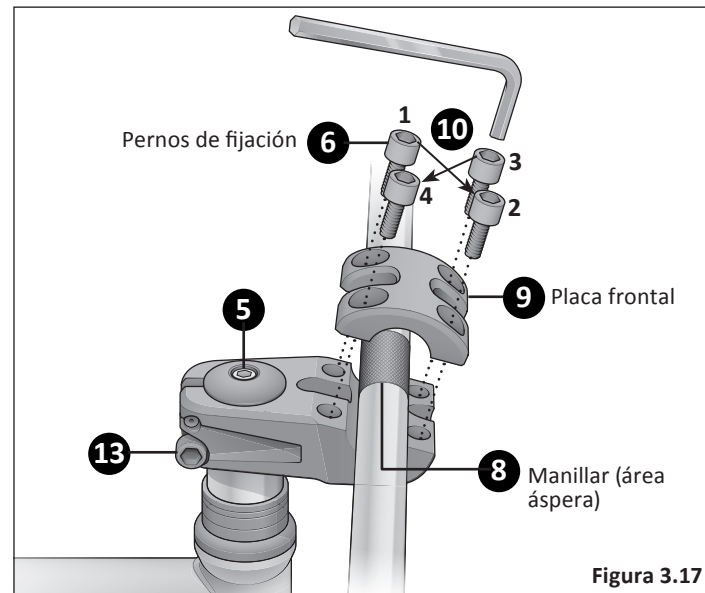

Figura 3.17
- 5 Coloque la tapa superior encima del tubo de dirección. Inserte y apriete el perno de la tapa superior hasta que quede ajustado. **No apriete totalmente en este momento.** **Figura 3.17**
- 13 Acabe apretando los pernos de fijación y el perno de la tapa de la potencia. **Figura 3.17**